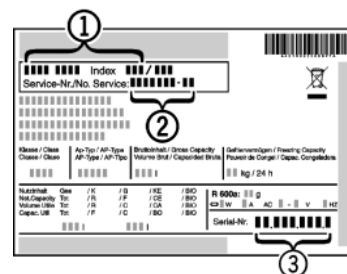

Fig. 6
- ▶ Očitajte naziv uređaja Fig. 6 (1), servisni broj Fig. 6 (2) i serijski broj Fig. 6 (3) s tipske pločice. Tipska pločica nalazi se na lijevoj unutarnjoj strani uređaja.
- ▶ Obavijestite službu za kupce i javite im kvar, naziv uređaja Fig. 6 (1), servisni broj Fig. 6 (2) i serijski broj Fig. 6 (3).